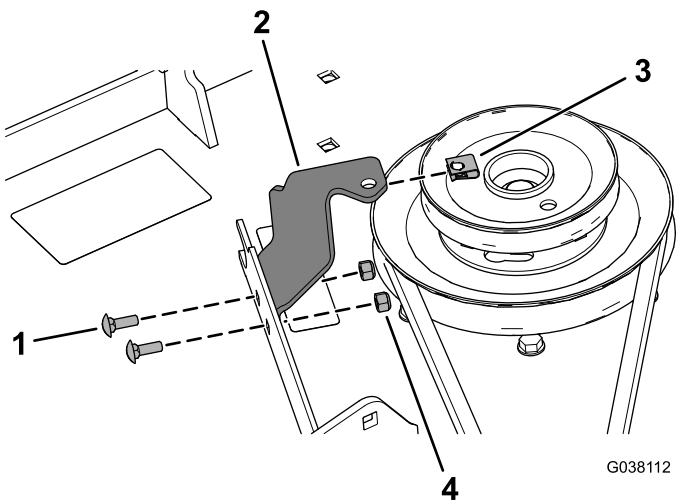

Figura 14
- Montate la staffa del copricinghia sul piatto del tosaerba utilizzando 2 bulloni a testa tonda ($\frac{1}{4}$ " x $\frac{3}{4}$ ") e 2 dadi di bloccaggio ($\frac{1}{4}$ ") come illustrato nella Figura 14.
- Montate la piastrina per vite autofilettante sulla staffa del copricinghia (Figura 14).